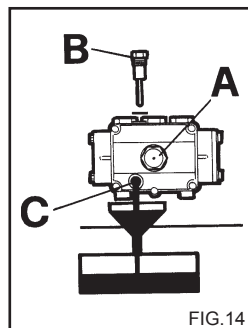

FIG.14
Controllare periodicamente il livello dell'olio della pompa alta pressione tramite la spia (fig. 14 A) o l'asta di controllo livello (fig. 14 B).
1) Svitare il tappo di scarico situato sotto la pompa (fig. 14 C).
2) Svitare il tappo con l'asta di controllo livello (fig. 14).